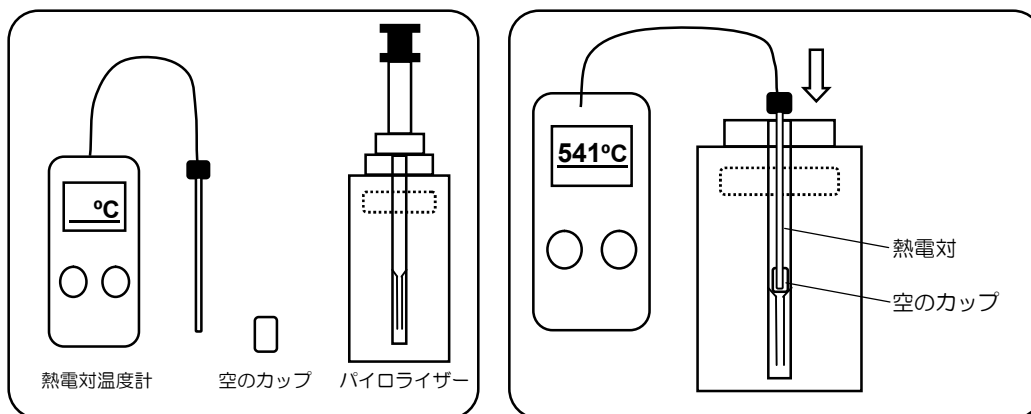

Fig. 4.23 熱電対温度計を用いた実測温度の測定
- (1) 加熱炉の温度が設定温度で安定していることを確認してください。設定温度は A1 に表示されますが、この温度は“Single-Shot Analysis”で設定した加熱炉の温度が自動的に入力されます。
- (2) A2 に各種の温度計で測った実測温度を入力します。
- (3) “Save”を押して、温度補正を終了します。
- (4) この操作により温度が正しく補正され、表示温度と実測温度が一致していることを確認してください。一致していない場合には、上記の(1)～(3)の操作を繰り返してください。(Fig4.23)
- (5) インターフェースの温度は、同様に B で補正することができます。